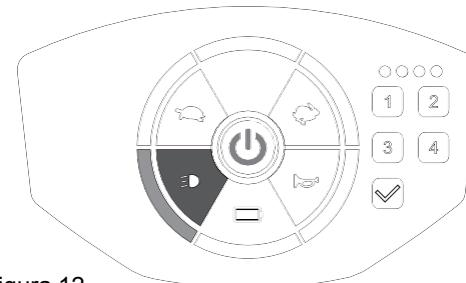

Figura 12
- Desligue premindo o botão de novo. A luz [ ] apagará no painel. (Figura 12)